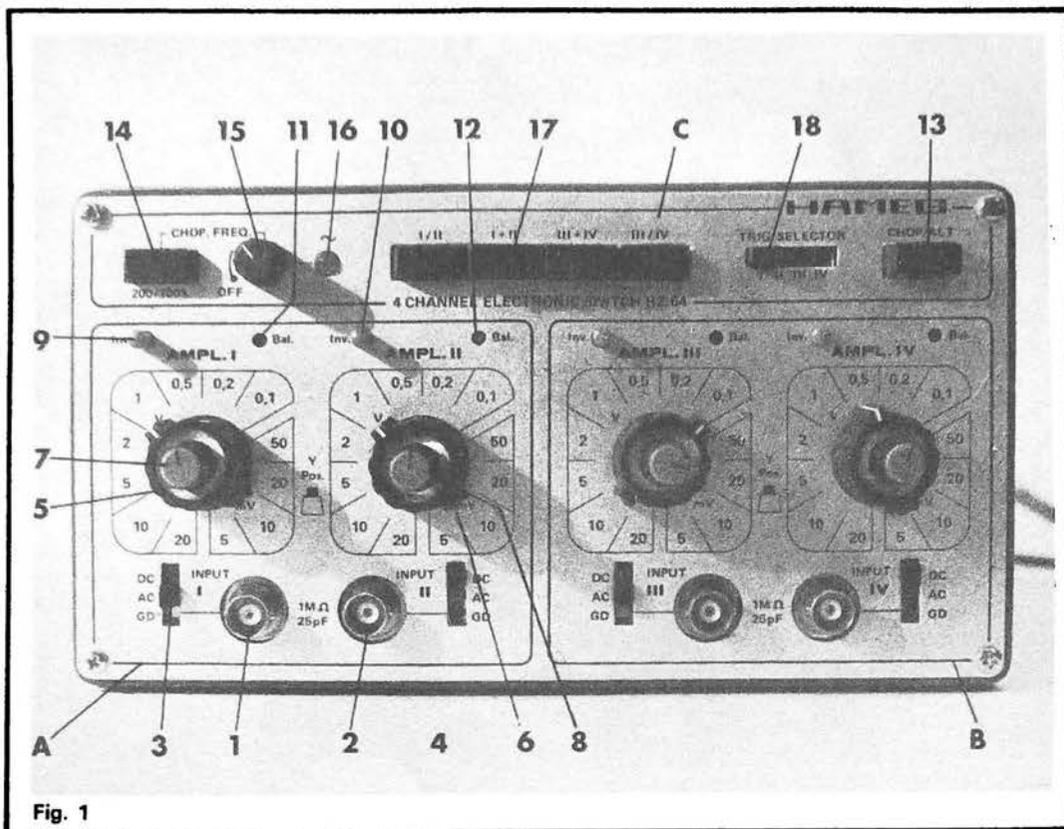

Fig. 1
Comme il est d'usage chez le constructeur, la façade (photographie de la fig. 1) est découpée en secteurs, donc chacun regroupe des réglages s'appliquant à la même fonction. Nous les avons référencés A, B, et C.
à une grosse perte d'information. Pratiquement, on devra donc jouer sur le commutateur 14 et sur le potentiomètre 15 (se reporter à la fig. 1) jusqu'à obtenir la sensation d'un tracé continu.
Différentes méthodes peuvent être utilisées pour synchroniser l'oscilloscope. Le plus simple, consiste à utiliser l'un des signaux affichés, en sélectionnant le canal de déclenchement par le commutateur (18) de la figure 1.